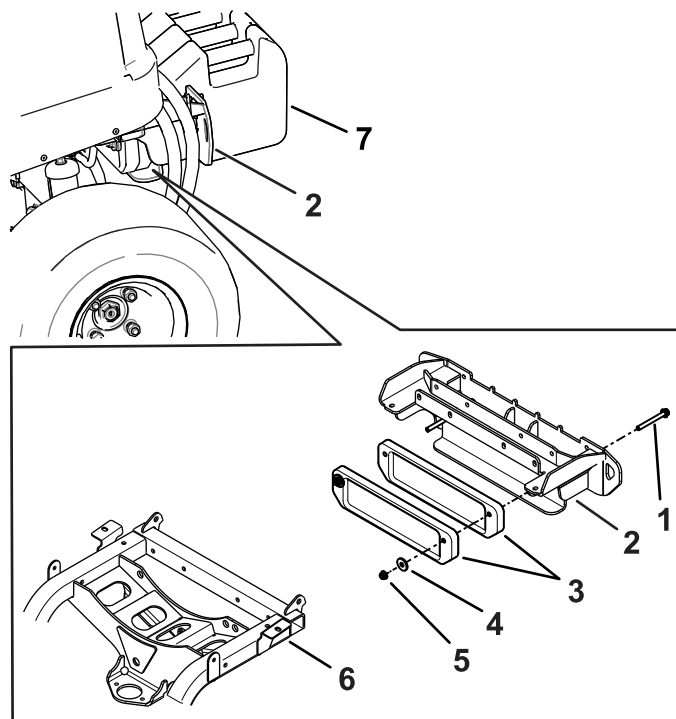

Figura 30
1. Instale los 2 pesos (6 kg / 15 libras) entre el bastidor y el guardabarros trasero con 2 pernos (3/8" x 3-1/2"), 2 arandelas (3/8") y 2 contratuercas (3/8"). Consulte Figura 30.